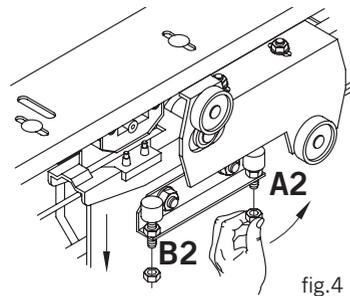

fig.4
- 2º Ajustar el tope de goma **A2** para que la palanca de enclavamiento quede en posición horizontal (fig. 4).
- 3º Colocar el tope de goma **B2** dejando holgura para que la palanca pueda desenclavar (fig. 4).